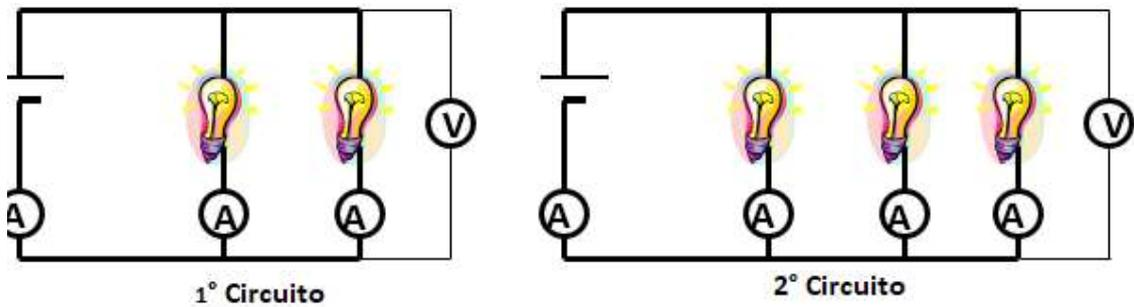

Figura 4
1. Armen los siguientes circuitos, indicados en la figura 4, tomando las medidas del voltímetro y del amperímetro como se indica y coloquen los valores medidos en la tabla 3.